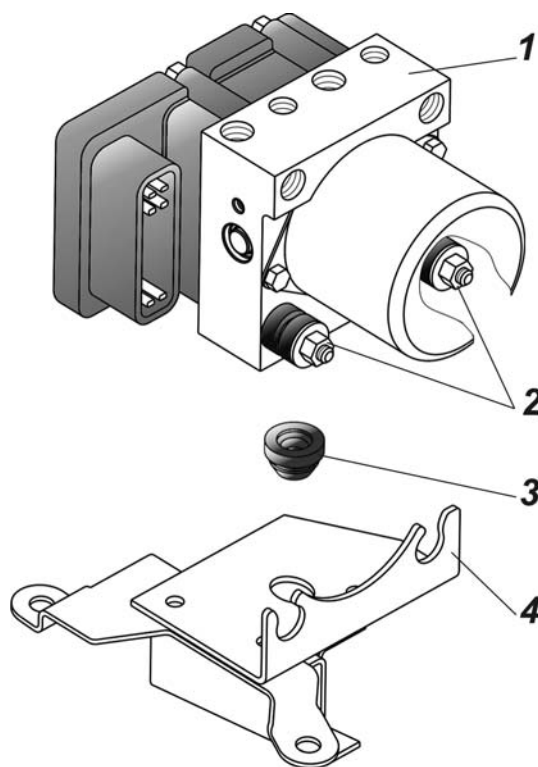

Рис. 1.12. Гидроагрегат АБС: 1 - гидроагрегат АБС; 2- гайки крепления гидроагрегата к кронштейну; 3 - втулка; 4 - кронштейн
- установить в овальное отверстие кронштейна гидроагрегата резиновую втулку 3 (рис. 1.12) для нижней опоры гидроагрегата;